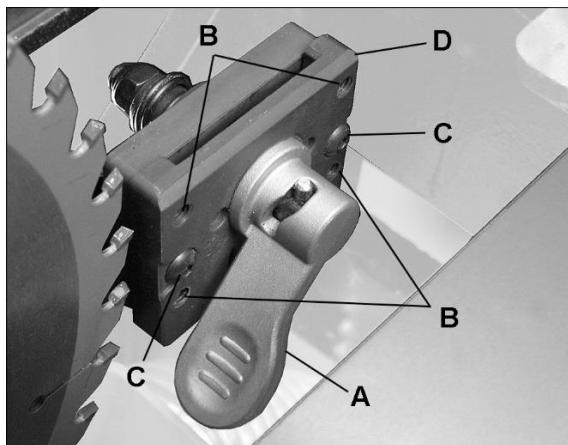

Рис. 7-7
4. Потяните рычаг (А, Рис. 7-7) и снимите
5. Для регулировки положения ножа служат четыре установочных винта (B, Рис. 7-7). С помощью 3 мм шестигранного ключа отрегулируйте любой из винтов, чтобы выровнять нож с пильным диском.
3. С помощью 3 мм шестигранного ключа ослабьте два винта с внутренним шестигранником (C, Рис. 7-7). Это позволит плите зажима (D) смещаться вперед-назад на неподвижном